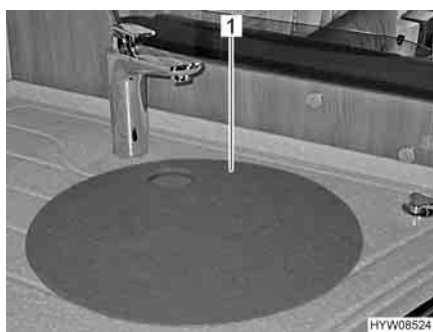

Fig. 8 Coperchio lavello cucina
- In caso d'incidente oppure in caso di frenata d'emergenza il coperchio lavello (Fig. 8,1) può ferire i passeggeri del veicolo. Prima della partenza rimuovere il coperchio lavello cucina dal lavandino e stivarlo in modo sicuro nell'angolo cucina oppure nell'armadio guardaroba.